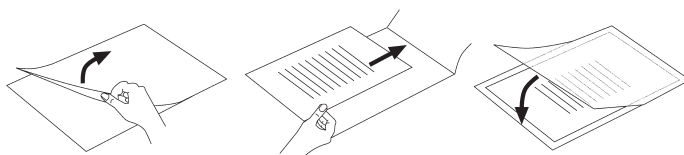

Fig. 2
- ▶ Procure utilizar solo una lámina para laminar. Desplieguela previamente siguiendo el ejemplo de la fig. 2.
- Tenga cuidado de utilizar sólo una lámina para laminar. Ábrala antes de la manera indicada en el ejemplo de la fig. 2.